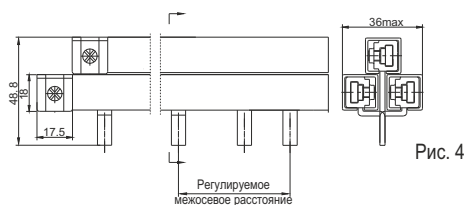

Рис. 4
3. Монтаж производится в форме параллельного соединения, трех независимых групп см. рис. 4